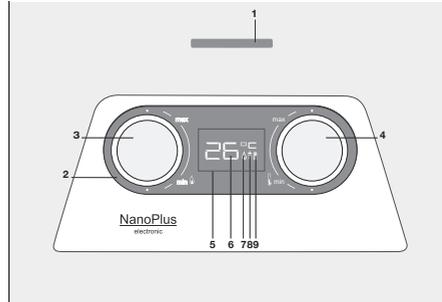

рис. 3
Изменение температуры воды осуществляется с помощью регулятора температуры воды (рис. 3).
- Снимите регуляторы температуры и мощности со стержня (рис. 3).